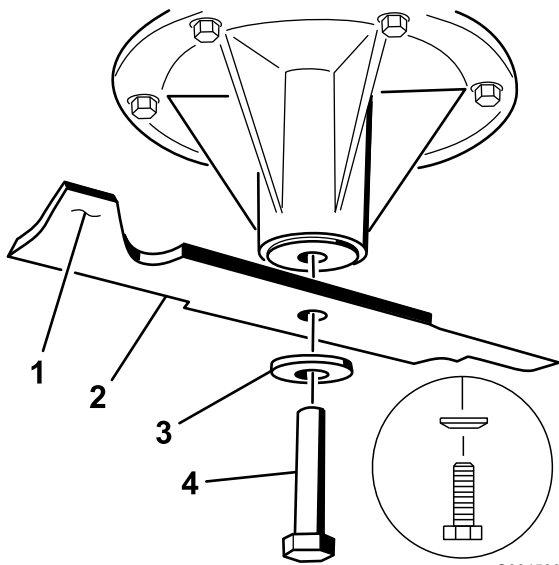

Figura 81
1. Instale la cuchilla en el eje (Figura 81).
2. Instale la arandela de muelle y el perno de la cuchilla (Figura 81).
Nota: El cono de la arandela elástica debe estar orientado hacia la cabeza del perno (Figura 81).